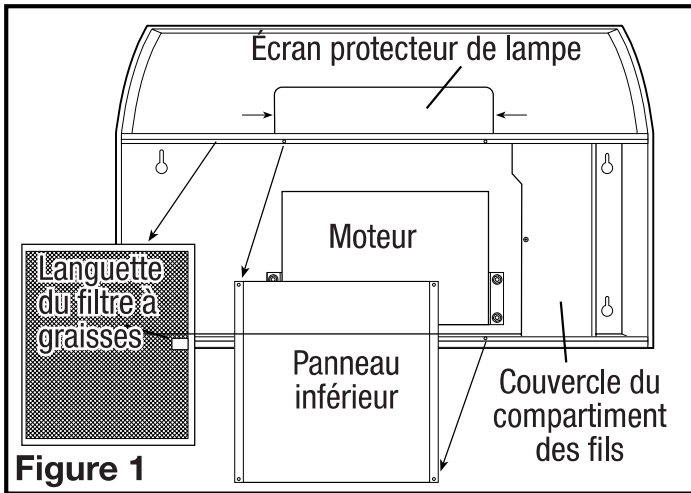

Figure 1
3. Retirez les pièces suivantes de la hotte et placez-les à un endroit sûr jusqu'à ce que vous en ayez besoin (**Figure 1**) :